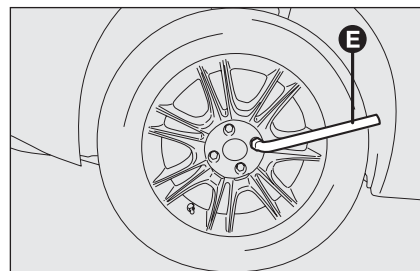

fig. 11
- dévisser d'environ un tour les boulons de fixation, en se servant de la clé **E**-fig. 11 fournie; pour les voitures équipées de jantes en alliage, secouer la voiture pour faciliter le détachement de la jante du moyeu de la roue;